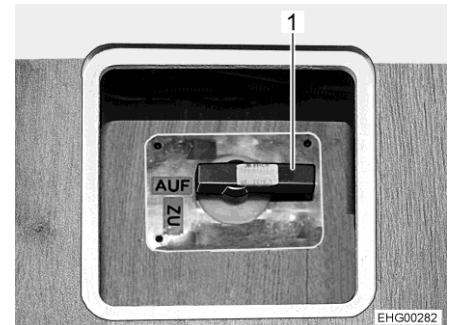

Fig. 107 Palanca de mando para grifo para la eliminación de aguas residuales
- Abrir la llave de desagüe. Para ello, girar la palanca de mando (Fig. 107,1) a la posición "AUF" (abierta).
- Volver a cerrar la llave de desagüe. Para ello, girar la palanca de mando (Fig. 107,1) a la posición "ZU" (cerrada).